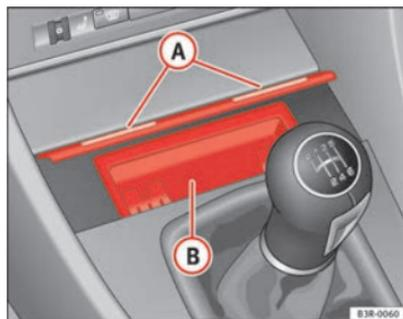

Fig. 122 Console centrale : cendrier ouvert
- Appuyez légèrement sur la moulure avant du cendrier **(A)** ⇒ fig. 122.
- Saisissez le boîtier du cendrier **(B)** ⇒ fig. 122 par les échantures latérales et retirez-le en le tirant vers le haut.